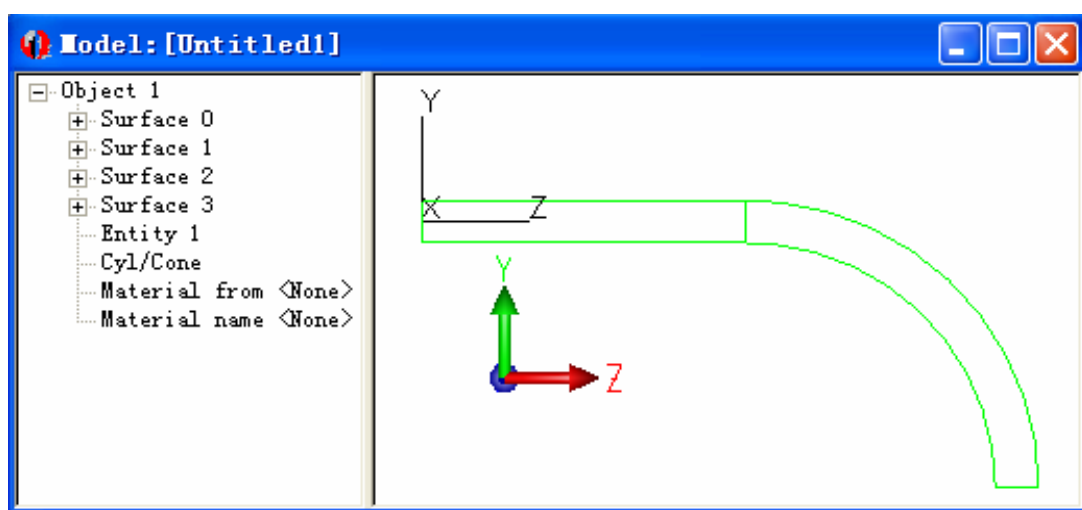

图 4.1.4
5. 点击 Relove Surface 插入延伸，见图 4.1.4。